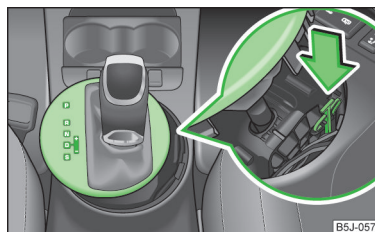

Abb. 92
- Mit einem Finger auf das gelbe Kunststoffteil in Pfeilrichtung drücken » Abb. 92.